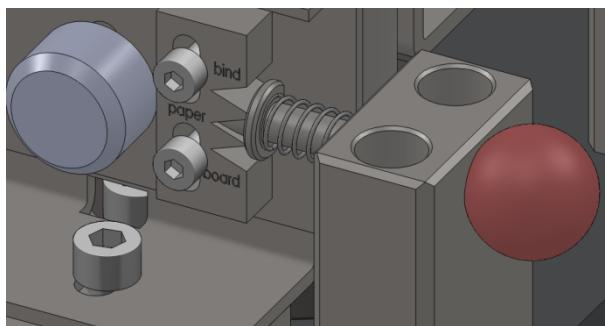

Рисунок 6
2. Вытащите ручки слева и справа. Вставьте соединительный стержень в отверстие для бумаги "paper". Далее можно начинать работу с бумагой. Внимание: максимальная толщина бумаги 2,5 мм в этой точке (рисунок 6).